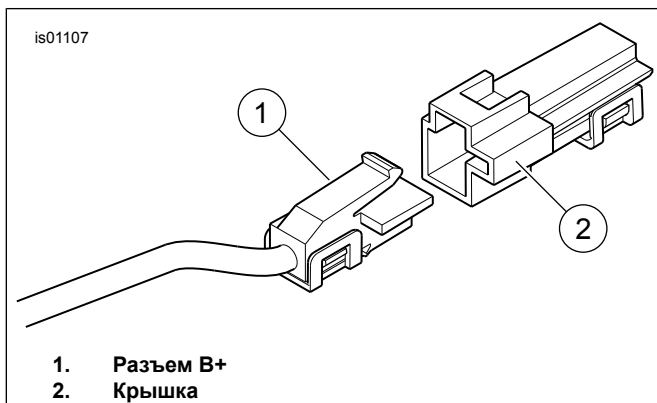

Рисунок 20. Разъем В+
- См. Рисунок 20. Найдите разъем В+ (положительный) (1) (красный провод с неиспользуемым серым разъемом) на главном жгуте проводов, снимите крышку (2) с разъема.